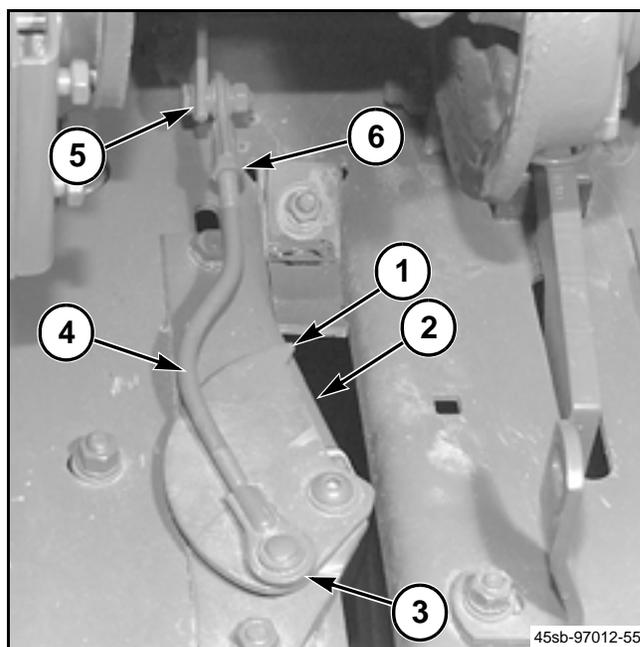

FIG. 46
FIG. 46: Gire el volante a la derecha hasta que el ciclo de amarre se haya completado y el anudador esté en la posición neutral. Revise para ver si la punta de la uñeta del cordel (1) queda alineada con el borde del soporte de montaje de la uñeta del cordel (2), como se muestra. Presione hacia adelante en la parte trasera (3) de la uñeta del cordel para eliminar la comba.